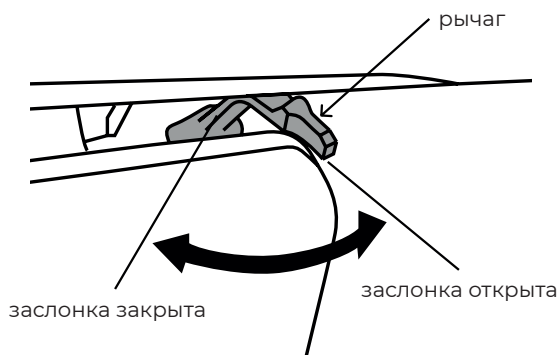

Рис. 10. Управление воздушной заслонкой
2. Закройте воздушную заслонку карбюратора. Для этого переведите рычаг управления воздушной заслонкой в крайнее левое положение (Рис. 10).